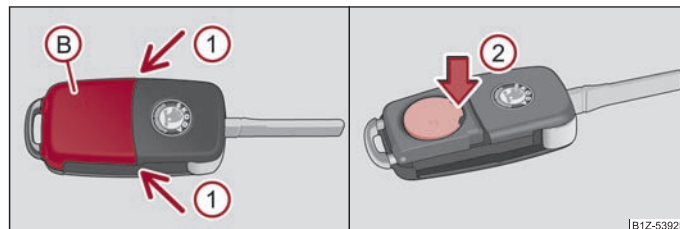

Fig. 23 Telecomanda - scoaterea capacului/Scoaterea bateriei
Fiecare cheie conține o baterie, care se găsește sub capacul (B) ⇒ fig. 23. Când bateria este descărcată, după apăsarea unei taste a telecomenzii, lampa de control de culoare roșie (A) nu clipește ⇒ fig. 22. Vă recomandăm să vă adresați unei unități de service autorizate Skoda pentru înlocuirea bateriei cheii. Dacă doriți totuși să înlocuiți singur bateria, procedați în felul următor:
- Apăsai capacul bateriei cu degetul mare sau cu o șurubelniță cu vârf plat, în locurile marcate cu săgeată ① ⇒ fig. 23.
- Prin apăsarea bateriei în jos, în locul marcat cu săgeată ②, scoateți bateria descărcată din cheie ⇒ fig. 23.